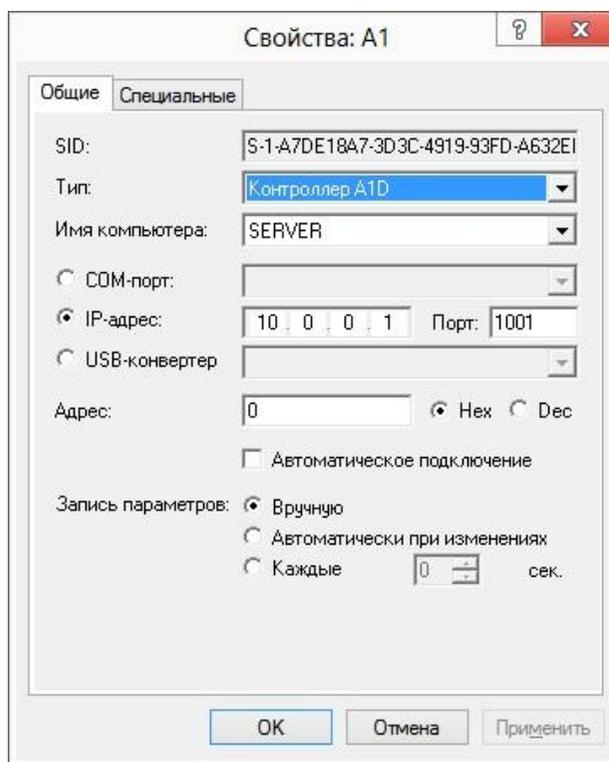

Рисунок 44
2. Настройте контроллер. Убедитесь, что указан верный тип: **АПТ А1** (Рисунок 44).